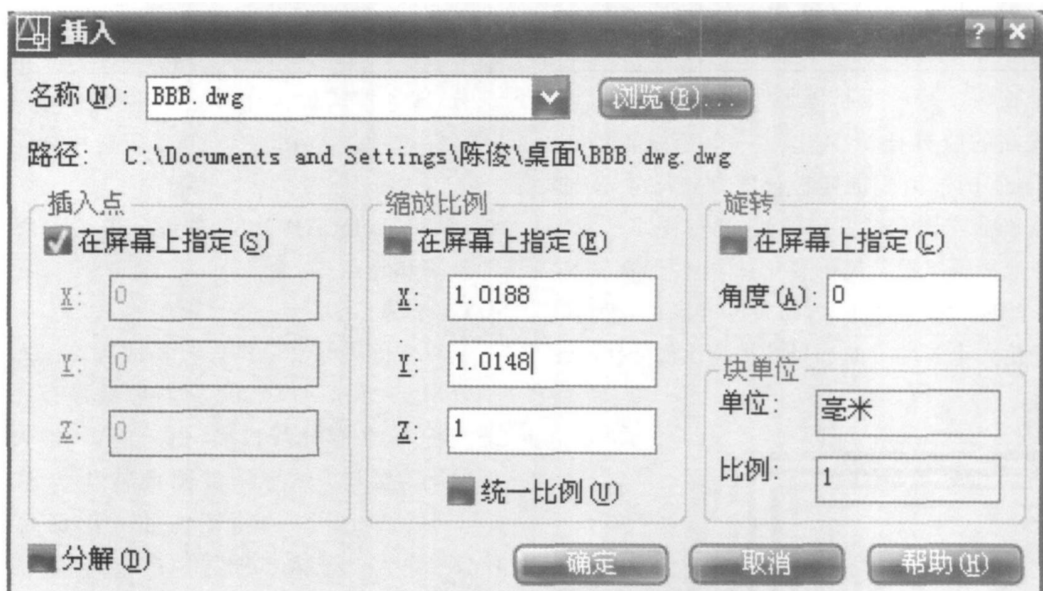

图 2 设计样板转化为图形块的界面
1. 样板输入。(1)用扫描仪(或数字化仪)将中间鞋号样板进行扫描, 扫描比例设置为 100%, 将扫描结果作为图像文件(如文件名 AAA.jpg)保存。(2)打开 AutoCAD 2007 工作界面, 在菜单栏上点击插入命令中光栅图像命令, 再选取被保存过的图像文件 AAA.jpg, 将扫描胶鞋样板图像插入到 AutoCAD 2007 界面中。点击工具栏曲线按钮, 将插入的胶鞋样板线条描绘一遍, 其目的是将图像文件 AAA.jpg 转化为 AutoCAD 2007 可识别的图形文件, 并以块形式(如块名为 BBB.dwg)保存下来, 如图 2 所示。注意插入图像时样板长度方向与 x 轴相一致。